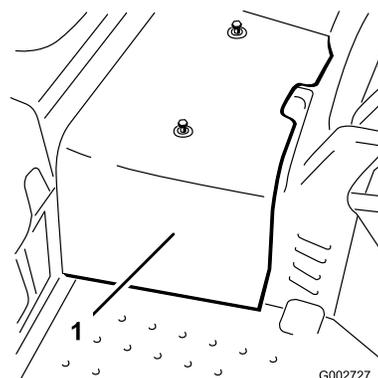

Figura 40
- Allentate le 2 viti che fissano la protezione centrale alla macchina, e togliete la protezione (Figura 40).